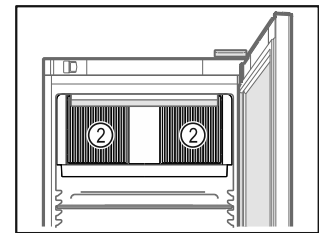

Fig. 72
- Ventilatiesleuf Fig. 72 (2) van de ventilator in de binnenruimte vrijhouden.